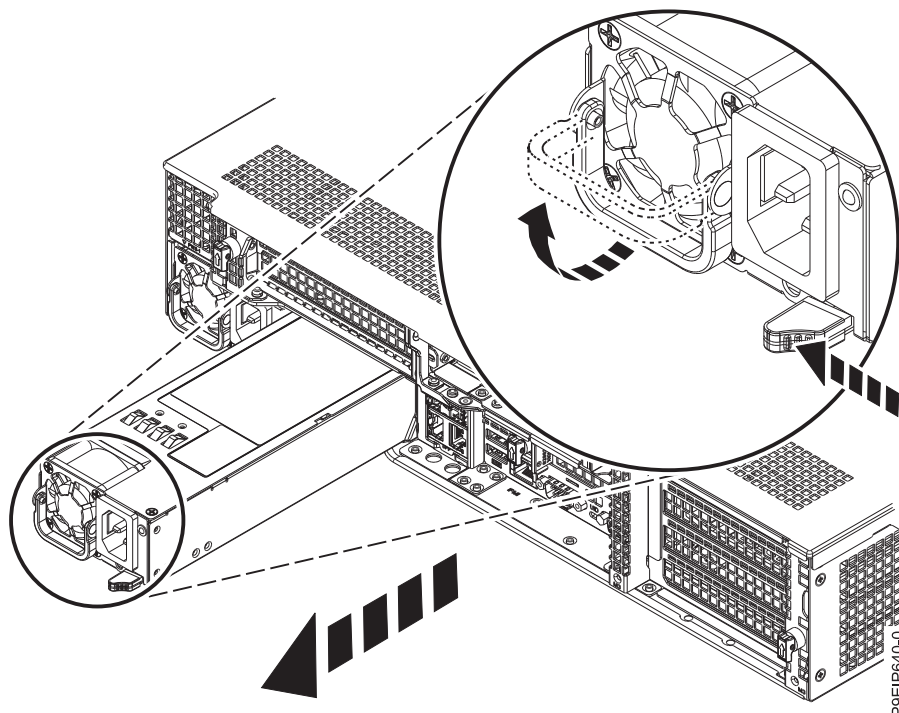

Figura 61. Removendo uma fonte de alimentação do sistema
- a. Para desprender a fonte de alimentação de sua posição no sistema, empurre a guia de travamento para a esquerda conforme mostrado na Figura 61.